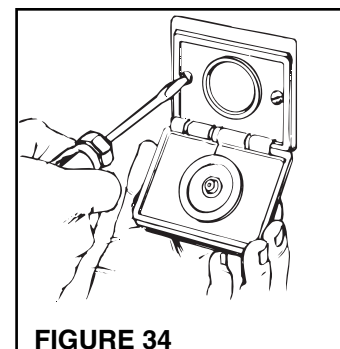

FIGURE 34
10. Insérez la prise murale dans le support et fixez-la avec les deux vis fournies (Figure 34).